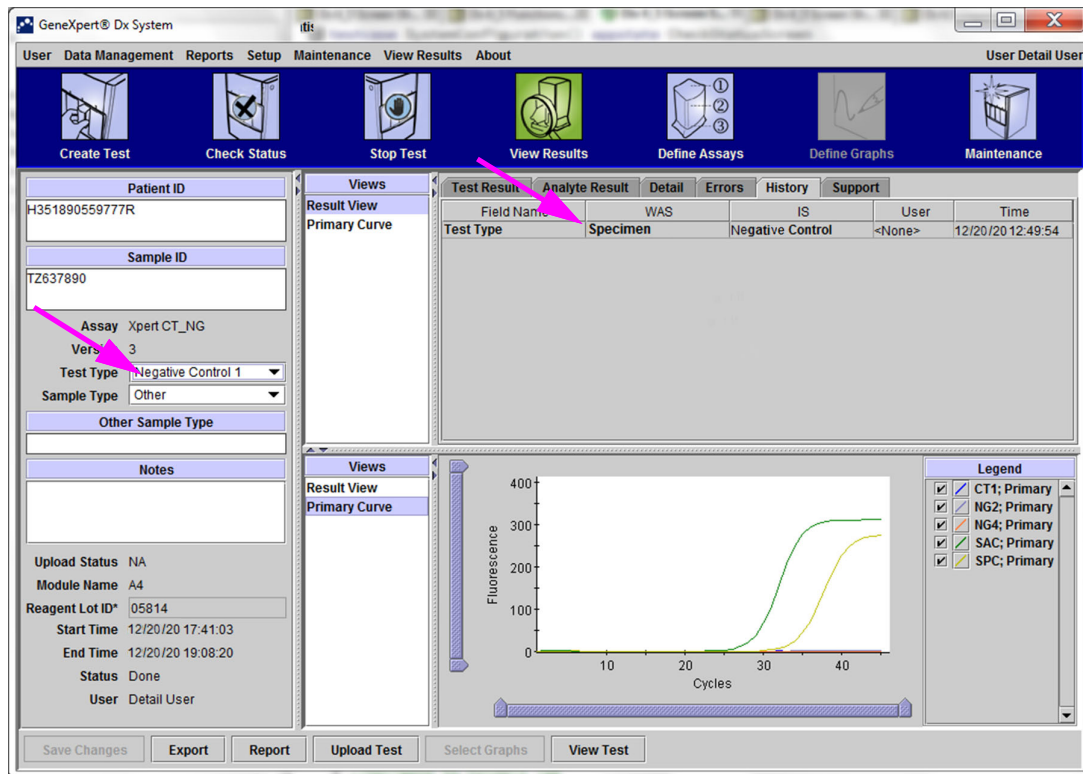

Figura 5-52. Fila Istoric care afișează modificarea din specimen în tipul de test cu control negativ
5. Faceți clic pe **Da (Yes)** pentru a salva modificările și a continua. Software-ul urmărește istoricul modificărilor (consultați Figura 5-52).